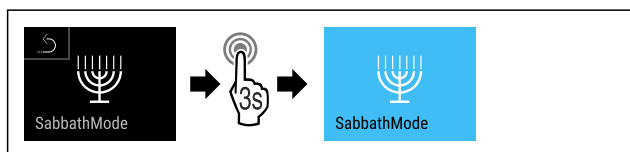

Fig. 71
- ▶ Obavite korake postupka (pogledajte Fig. 71) .